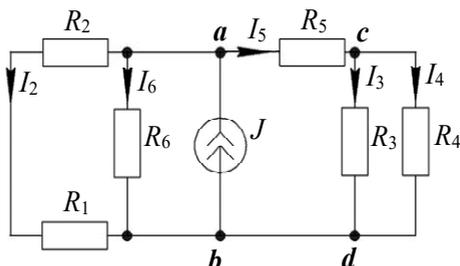

Рис. 7. Конфигурация расчетной электрической цепи
**Пример 3.** Для изображенной электрической цепи (рис. 7) определите токи неизвестных ветвей. Значения параметров электрической цепи:  $J = 5$  А,  $R_1 = R_2 = R_3 = R_4 = 40$  Ом,  $R_5 = 20$  Ом,  $R_6 = 80$  Ом.
Для определения токов третьей и четвертой ветвей обратимся к исходной заданной электрической цепи (рис. 7) и найдем напряжение  $U_{cd}$  по закону Ома: